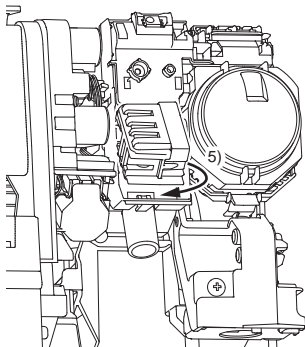

Fig. 2
- 5) Installez le capteur de réfrigérant comme illustré dans la figure. (Fig. 2)